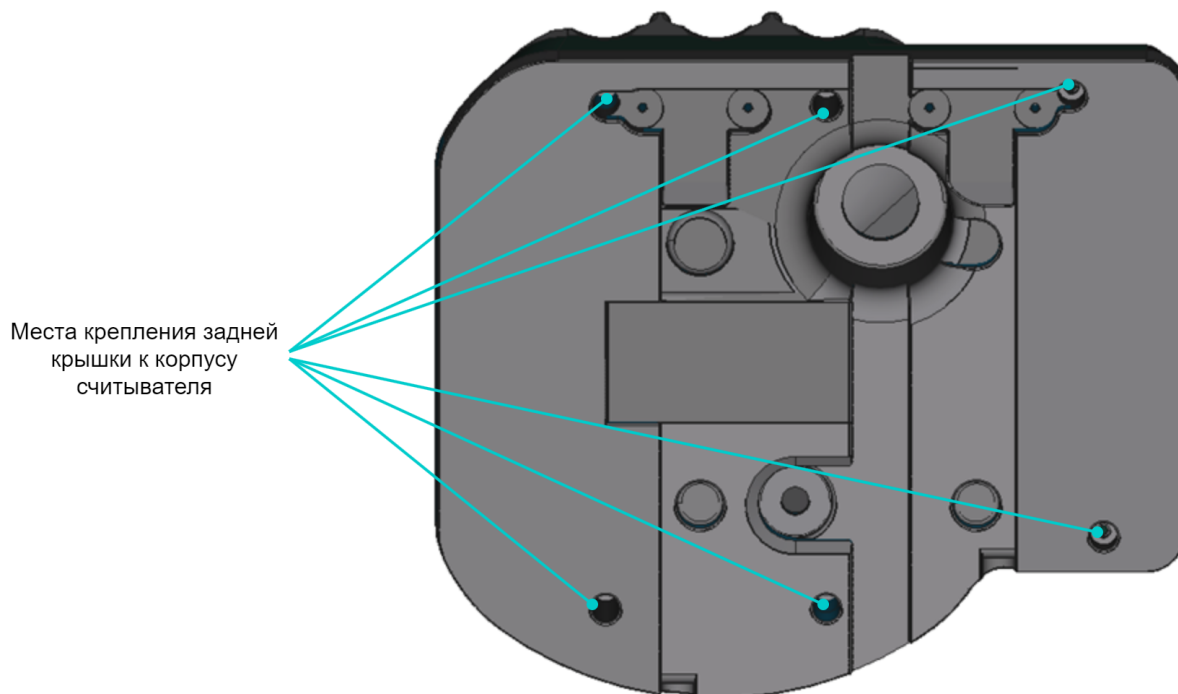

Рисунок 7 – Места крепления задней крышки
7. Открутите винты на задней крышке считывателя (см. рисунок 7), снимите заднюю крышку.
- закрепите заднюю крышку с помощью винтов (см. рисунок 7). Важно проконтролировать, чтобы в процессе затягивания винтов уплотнительная резинка не выдавилась из специальной выемки. Поэтому, затягивать винты на задней крышке следует осторожно, поочерёдно подкручивая каждый винт.
- открутить винты на задней крышке считывателя и снять заднюю крышку (см. рисунок 7);